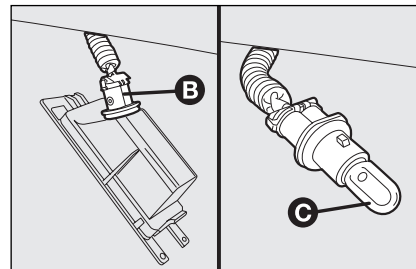

Рис. 35
- ☐ поверните патрон **В, рис. 35**, по часовой стрелке;